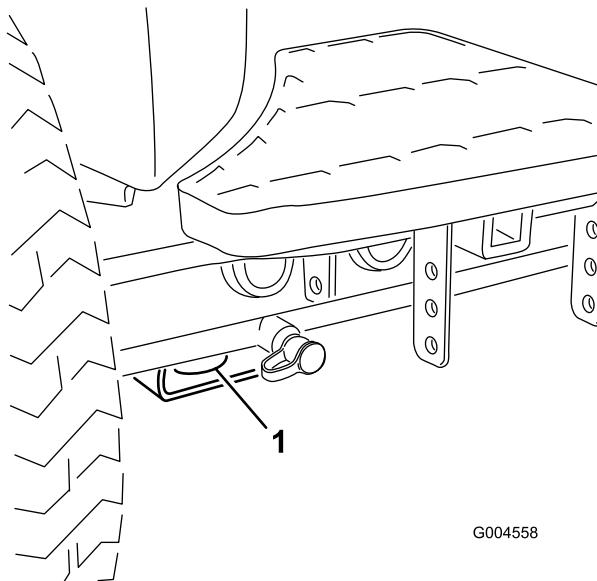

Рисунок 57
- В передней части – используйте отверстие в прямоугольной подкладке под трубой моста внутри каждого переднего колеса (Рисунок 57).